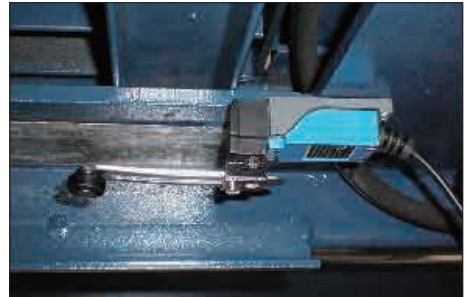

Abbildung 19 (Host Limit Switch)
- 1) Stellen Sie den Umschalterschalter auf die "Hauptmaschine" Position, drücken Sie den Knopf oben, um die Hauptmaschinenplattform auf 1800mm zu erhöhen, und passen Sie die Limit-SQ1-Aktion an (siehe Abbildung 19). Hinweis: Die maximale Grenzeinstellung des Hauptmotors soll die Hauptmotor-Sicherheitsklausur in einer Position von 5-10 mm über dem letzten Zahn des Sicherheitsrafers stoppen, und natürlich kann die Grenze je nach Innenhöhe des Benutzers auf jede Höhe eingestellt werden.